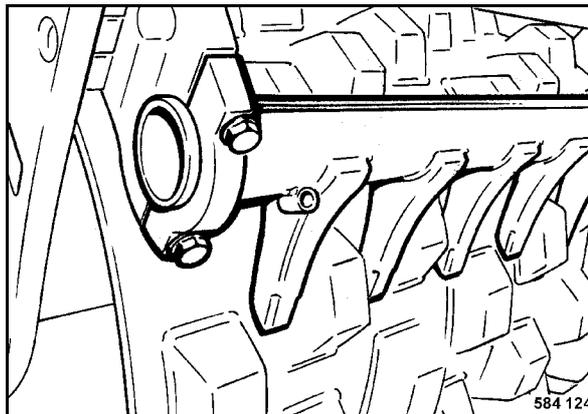

Рис. 194
- Проверить регулировку и состояние скребка (Рис. 194), при необходимости, отрегулировать или заменить зубья.